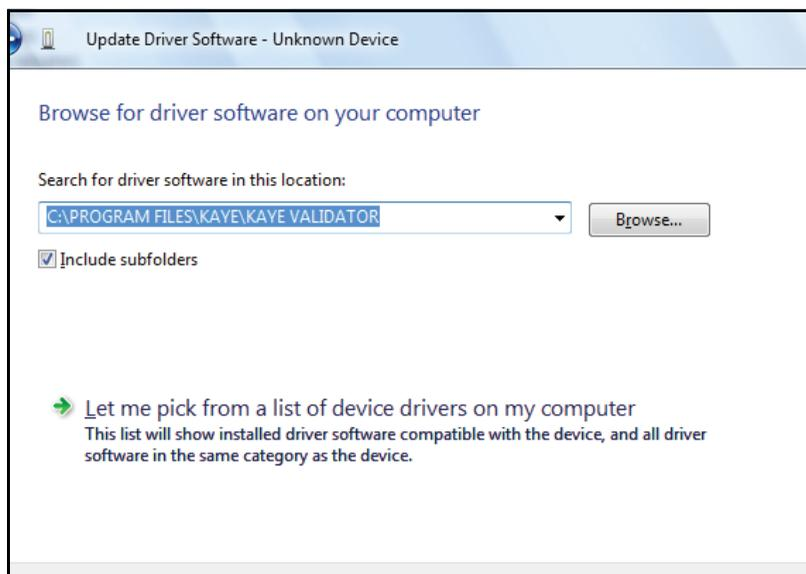

图 116: 浏览驱动程序
7. 如果您软件选择位置如下图 116 所示补丁安装位置(默认位置 **Kaye\Kaye Validator** 文件夹) 点击 **Next**. 否则, 选择您的软件安装文件夹并点击 **Next**.